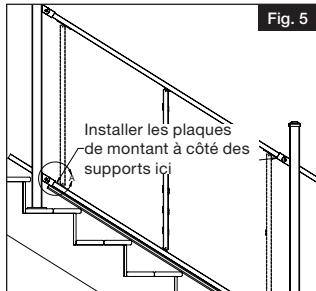
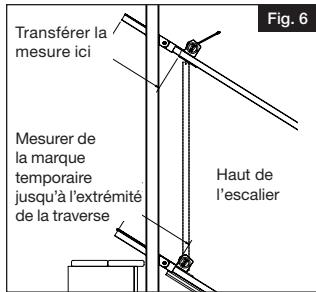
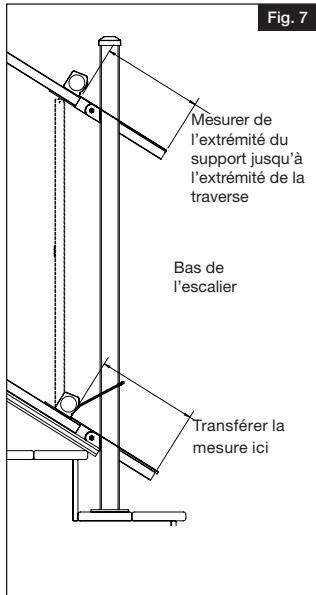

Fig. 5
Fig. 6
Fig. 7
- La marque temporaire (de l'étape 2) faite sur la traverse inférieure en haut de l'escalier est l'endroit où l'on alignera la plaque de montage inférieure du montant pour le haut de l'escalier (Fig. 5). Mesurer la distance à partir de ce point jusqu'à l'extrémité de la traverse inférieure. En utilisant cette mesure, mesurer la même distance à partir de l'extrémité de la traverse supérieure au haut de l'escalier, et faire une marque. Cette marque sera utilisée lors de la fixation du support supérieur au montant (Fig. 6).
- Ensuite, aller à la marque faite sur la traverse supérieure au bas de l'escalier. Cette marque servira de point de repère pour placer le support de montage supérieur sur le montant au bas de l'escalier (Fig. 5). Mesurer la distance à partir de cette marque jusqu'à l'extrémité de la traverse supérieure. En utilisant cette mesure, mesurer la même distance à partir de l'extrémité de la traverse inférieure au bas de l'escalier, et faire une marque. Ce sera le point d'alignement du support inférieur pour le montant (Fig. 7).